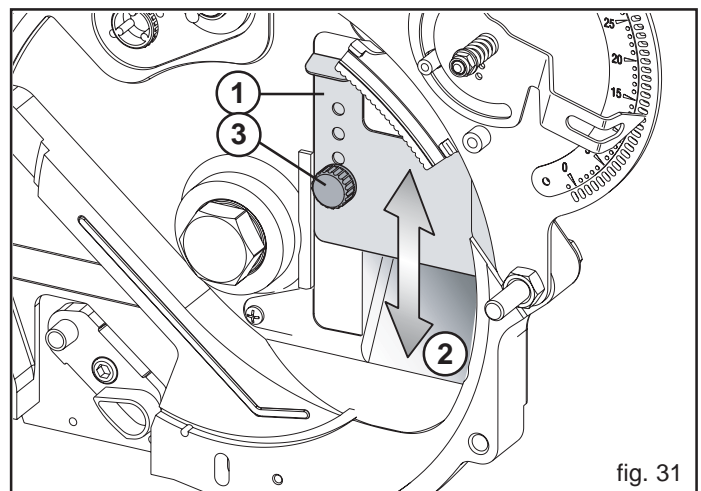

fig. 31
La piastrina anti-traboccamento (1 Fig. 31) è regolabile in quattro posizioni e definisce l'ampiezza della sezione di ingresso semi (2 Fig. 31), in modo che questi non possano fuoriuscire dal distributore per eccesso di alimentazione. La regolazione è necessaria quando vi sono terreni con notevoli pendenze o con semi di piccola dimensione.
**N.B.:** Assicurarsi che il pomello (3, Fig. 31) sia ben serrato.